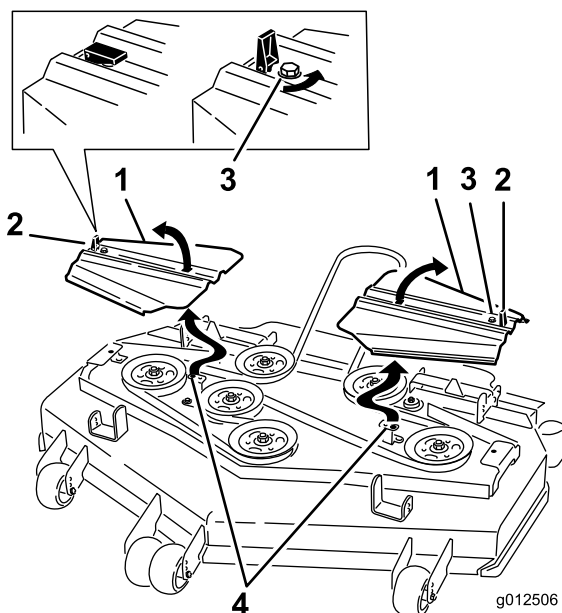

Figura 70
14. Montate i copricinghia inserendo le linguette nelle fessure. Montate il coperchio e chiudete i fermi (Figura 70).